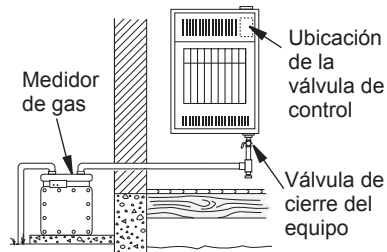
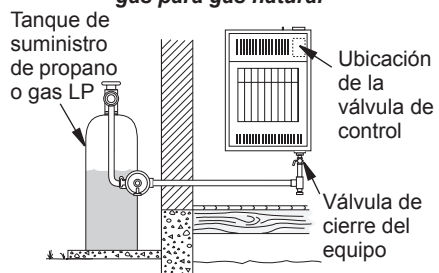

Figura 15 - Revisión de las uniones de gas para gas natural
Figura 16 - Revisión de las uniones de gas para propano o gas LP
3. Revise todas las uniones entre el medidor de gas, si usa gas natural (consulte la figura 15), o entre el tanque de suministro de propano o gas LP, si usa este tipo de gas, y la válvula de cierre del equipo (consulte la figura 16). Aplique en todas las uniones algún líquido para detectar fugas que no sea corrosivo. La formación de burbujas indicará una fuga.
4. Revise todas las uniones entre la válvula de cierre del equipo y válvula de gas (consulte la figura 15 o 16). Aplique en todas las uniones algún líquido para detectar fugas que no sea corrosivo. La formación de burbujas indicará una fuga.